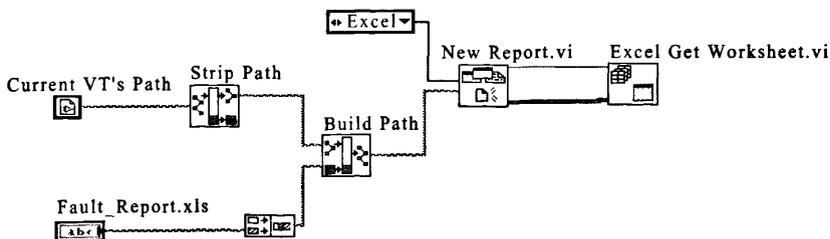
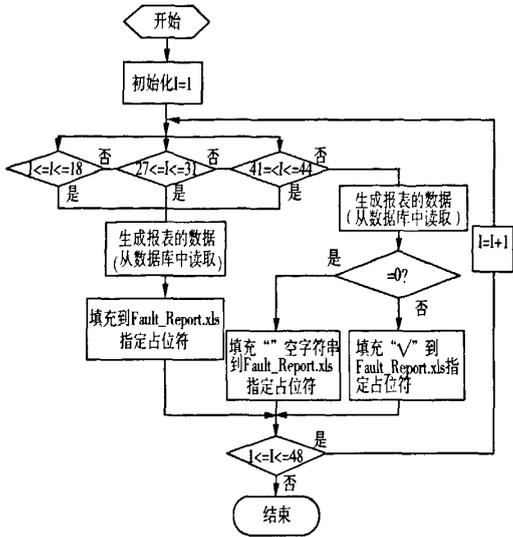
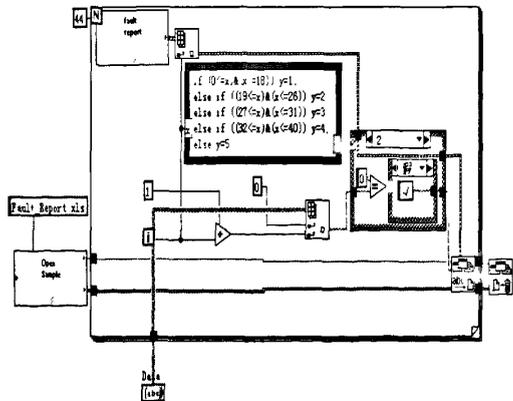

图 3 LabVIEW 中调用 Excel 模板
图 4 故障报告表数据填充流程
图 5 基于 Excel 模板的故障报告表的生成
2) 对 Excel 的调用:在程序框图中利用 Current Path.vi,获取当前 VI 所在的路径,利用 Strip Path.vi 获取当前路径的上一级目录,再将 Strip Path.vi 的输出传递给 Build Path.vi 的输入端,并将所建立的 Excel 模板名称 Fault_Report.xls 一同输入到 Build Path.vi 的输入,这时 Build Path.vi 的输出就是当前 Excel 模板的路径,然后用 Report Generation 选版中的 New Report.vi,接收当前 Excel 模板所在的路径,并在 Report Type 中选择 Excel,这时就获得了对 Excel 模板 Fault_Report.xls 的调用。整个过程的实现如图 3 所示。
如图 4 所示。其中故障信息被分成了两大部分,第一部分是占位符在区间 $[1,18] \cup [27,3] \cup [41,44]$ 中的信息,这部分信息被不加改动的存储到数据库中,当生成 Excel 报表时可以从数据库中读取这部分信息直接填充到模板相应的占位符处,而另一部分信息在保存时,是经过修改才保存在数据库中的,比如,对于表 1 中的“冷热冲击”当选这一项时,数据库中存储的是“1”,反之则是“0”,所以生成报表是需经过相应的转换。在 LabVIEW 中的实现方式如图 5 所示。
图 4 和图 5 的说明如下: i , 代表程序运行过程中的次数; 44, 表示要填充的模板中占位符的个数; Open Sample, 是打开指定模板的一个子 vi, 其内部实现如图 3 所示; Fault Report, 是事先定义的, 由要填充的占位符所组成的占位符数组常量; Data, 是 LabVIEW 从数据库中读取的故障信息数据。框图程序中用 Append Report Text. vi 向模板中填充数据, 注意在完成对 Excel 模板全部数据的填充后, 一定要使用 Dispose Report. vi 去关闭对 Excel 的调用, 默认情况下, 调用 Dispose Report. vi 后, 会连同打开的 Excel 模板也一同关闭, 这时候要将“Close Report”设置为“False”, 这时在关闭 Excel 调用后就不会同时将模板关闭, 用户就能对填充的模板进行相应的操作, 比如打印、修改、保存等, 至此完成了基于 Excel 模板的故障报告表的生成。